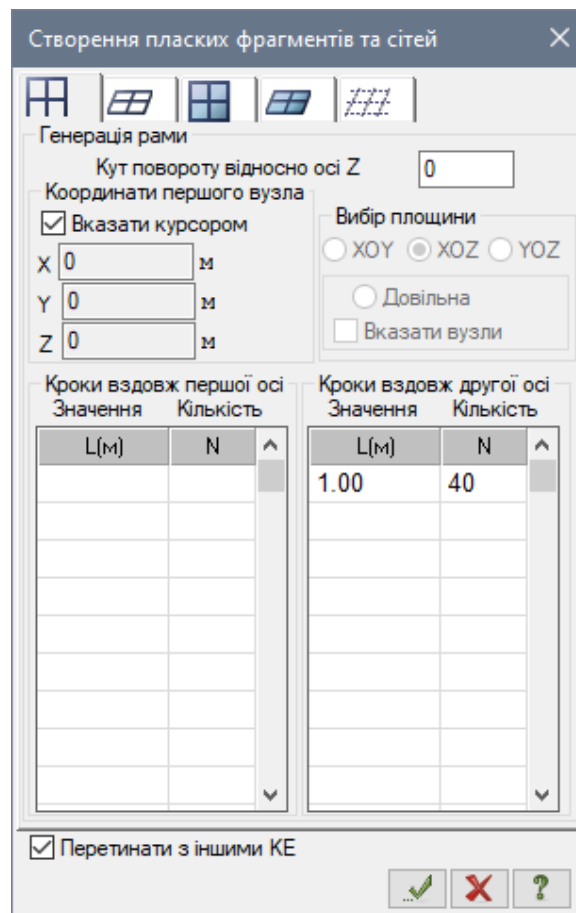

Рис. 8.3. Діалогове вікно Створення плоских фрагментів та сітей
- Решта параметрів приймаються за умовчанням (рис. 8.3).